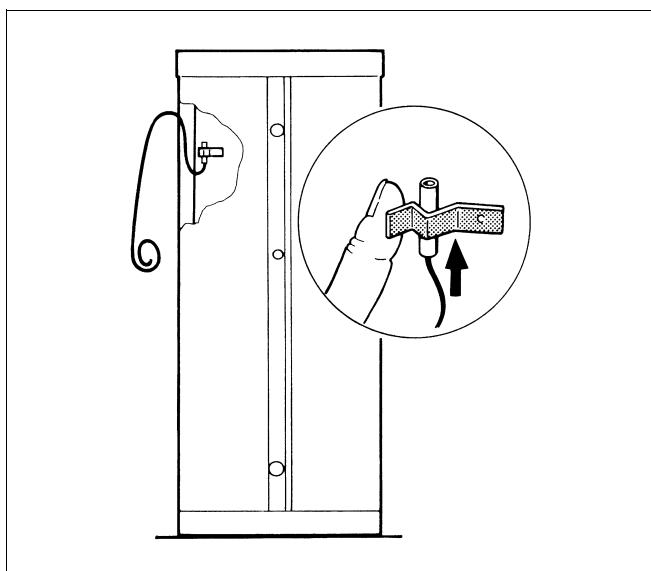

Fig. 9 Montage de la sonde
- Placer la sonde dans l'attache de manière à ce que l'ensemble de la surface de contact de la sonde soit posé bien à plat sur l'habillage du préparateur (fig. 9).